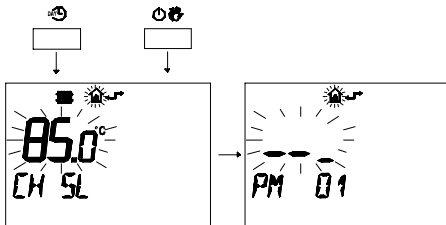

fig. 5.25
- 2 Premere contemporaneamente i pulsanti **PM** e **ON/OFF** per entrare nella programmazione trasparente fig. 5.25